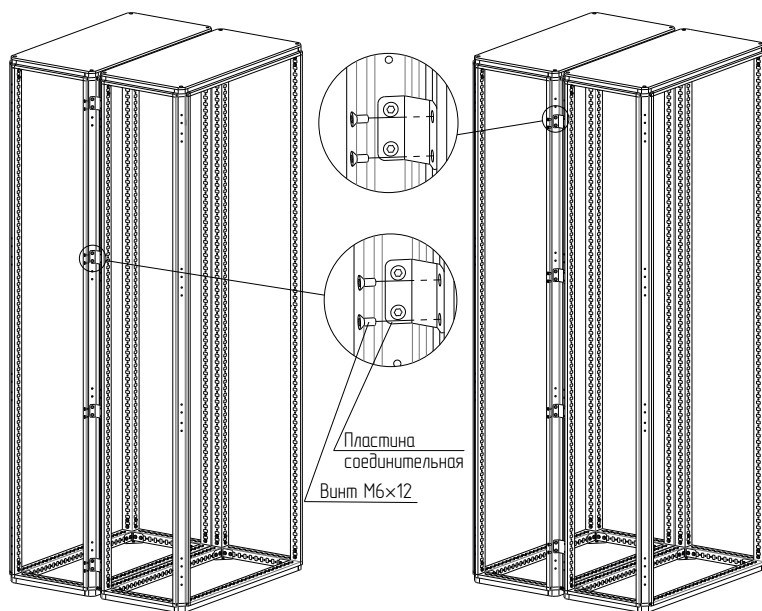

Рисунок 51
4.19.3 Закрепить пластину соединительную на нужной высоте к стойкам каркасов винтами самонарезающими М6×12 (рисунок 51). Момент затяжки – 7 Н·м.